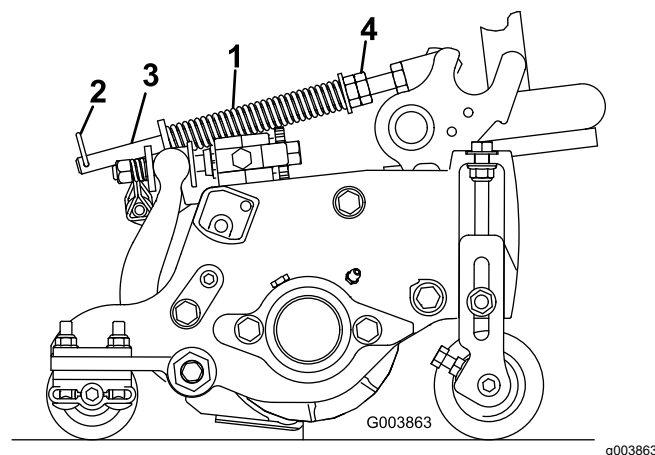

Bild 18
- 2. Ziehen Sie die Sechskantmuttern vorne an der Federstange an, bis die zusammengedrückte Länge der Feder an 12,7-cm-Mähwerken 12,7 cm oder an 17,8-cm-Mähwerken 15,9 cm beträgt (Bild 18).
Die Rasenkompensierungsfeder (Bild 18) verlagert das Gewicht von der Front- zur Heckrolle. Dies reduziert ein Bobbing genanntes Wellenmuster auf der Grünfläche.
- 1. Stellen Sie sicher, dass der Splint in das hintere Loch in der Federstange eingesetzt ist (Bild 18).